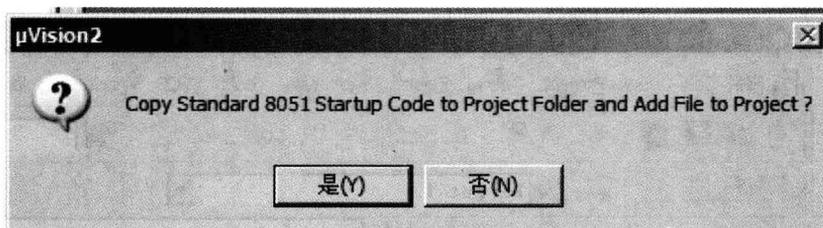

图 1-8 工程文件添加选择
5) 选择 CPU 芯片。点击“AT89C51”，我们选择 AT89C51CPU，如图 1-7 所示。再点击“确定”。这时弹出图 1-8 所示的对话框，点击“否”。到此，C 工程建立完毕。下面就要编辑 C 程序了。
7) 选择 CPU 芯片。点击“AT89C51”，我们选择 AT89C51CPU，如图 1-7 所示。再点击“确定”。这时弹出图 1-8 所示的对话框，点击“否”。到此，C 工程建立完毕。下面就要编辑 C 程序了。